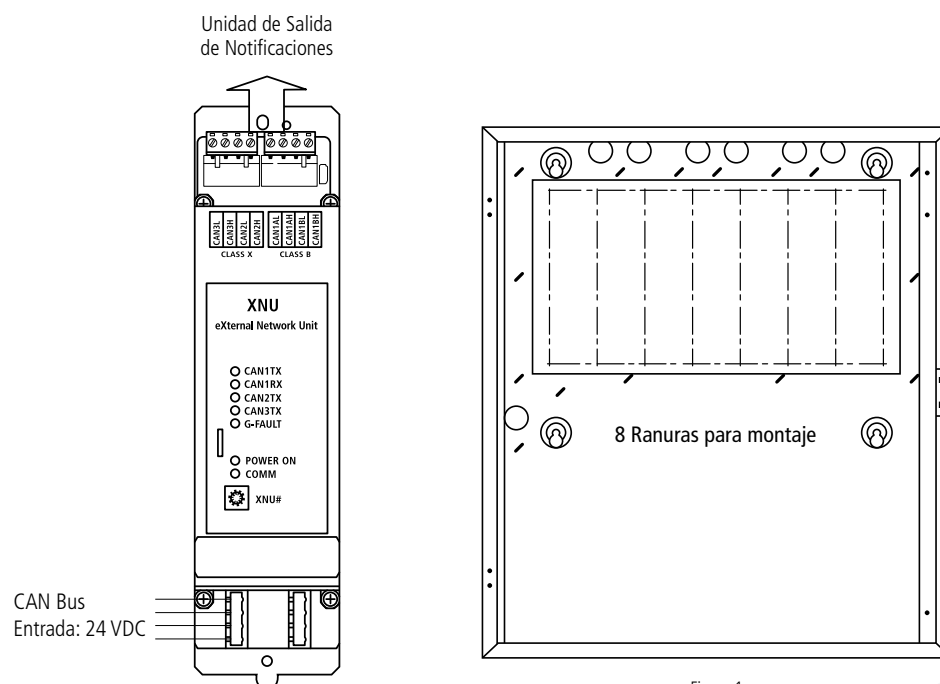

Figura 1
- 2) Monte la XNU FW357 en la caja posterior del FACP FW106 utilizando dos tornillos #4-40 suministrados, véase la Figura 1. Hay 8 ranuras para la instalación en la caja posterior. Son compartidas por el FW337 NOU, el FW347 ROU, el FW327 ALU, (ver figura 1)